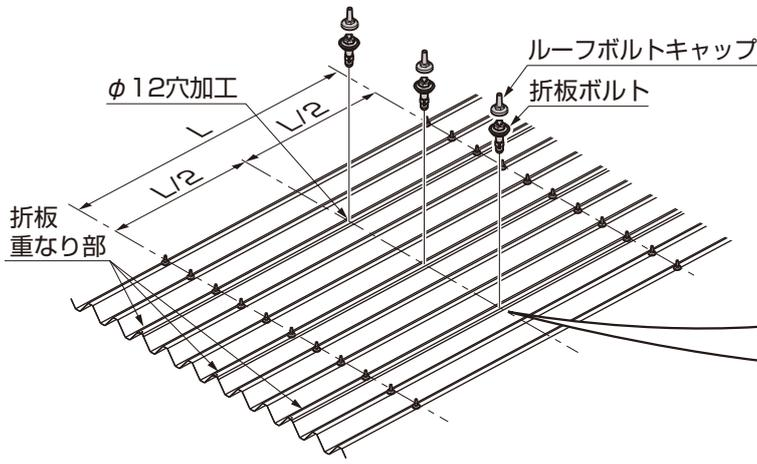

図4-8
- ①図4-8を参照して、梁と梁の中間の折板重なり部にφ12の穴加工をしてください。
- ②折板に折板ボルトを取付けてください。